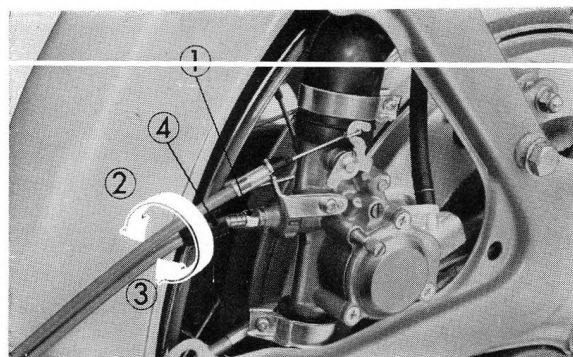

Figure 1-31: ① boulon de réglage ② pour diminuer la garde ③ pour augmenter la garde ④ capuchon
- (2) S'il existe une garde excessive dans le sens de la rotation, régler le câble d'accélération, au moyen du boulon de réglage. Après cette opération, bien remettre en place le capuchon (figure 1-31).